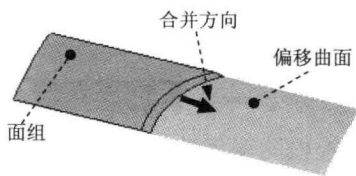

图 1.9 定义合并 2
Step10. 创建合并特征——合并 2。按住 Ctrl 键, 选取图 1.9 所示的面组和偏移曲面为合并对象; 选择下拉菜单 **编辑(E)** → **合并(G)** 命令; 调整箭头方向如图 1.9 所示。